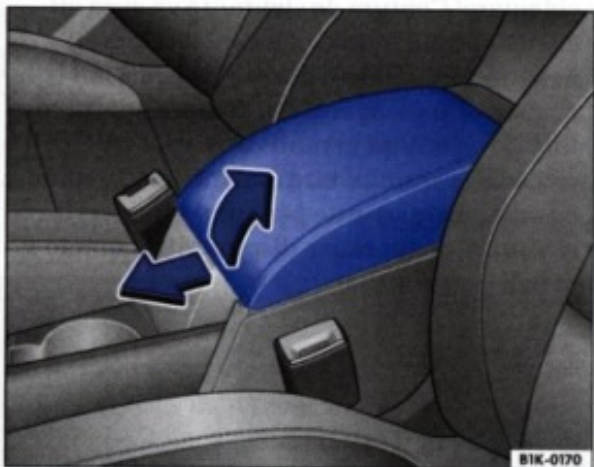

Fig. 61 Cotiera față
- Ridicați cotiera treptat, în sensul indicat de săgeată ⇒ fig. 61 până se atinge poziția dorită.